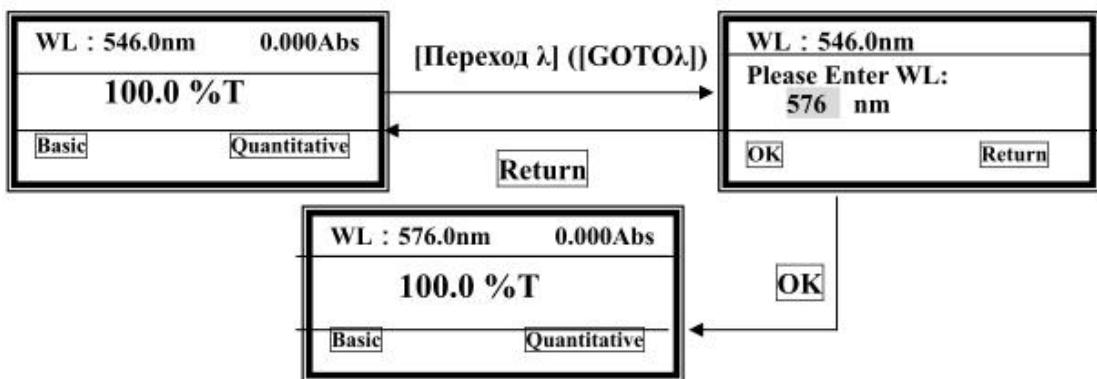

Рис. 5. Настройка спектрофотометра
4) Для переходу у вікно настройки (рис. 5) довжини хвилі, натисніть клавішу [Перехід λ] ([GOTOλ]). Користуючись клавішами [↑] і [↓] виберіть бажане значення довжини хвилі і натисніть клавішу «Прийняти» («OK» - F1) для підтвердження вибору. Після зміни довжини хвилі екран автоматично повернеться у вікно головного меню. Якщо Ви не хочете змінювати значення довжини хвилі, натисніть клавішу «Повернення» («Return» - F1) для повернення в головне меню;